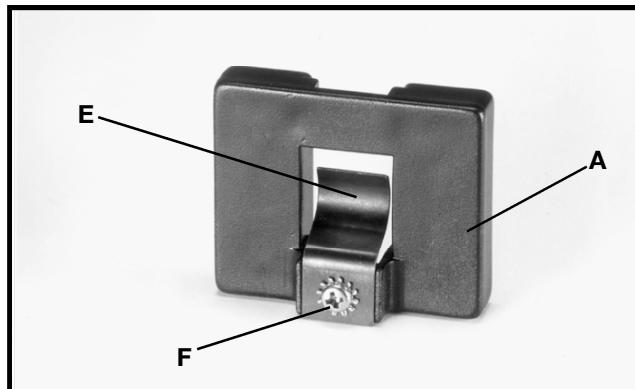
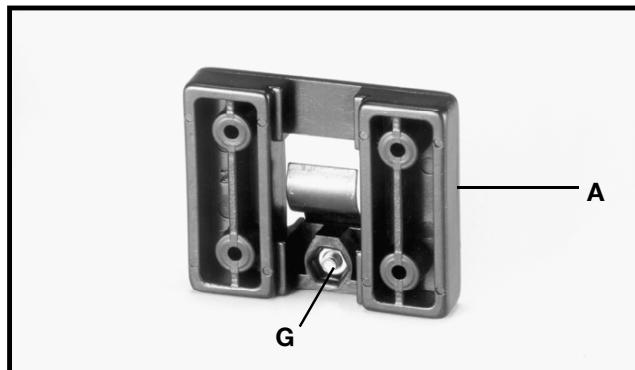

Fig. 24
Fig. 25
1. Assembler l'attache à ressort (E) fig. 24, au porte-guide d'onglet (A) comme indiqué avec une vis cylindrique à dépouille (F) M4x0,7x10 mm, un contre-écrou 4,8 mm (3/16 po) et un écrou hexagonal M4x0,7. **NOTE :** l'écrou hexagonal (G) fig. 25, s'ajustera dans le retrait à l'arrière du porte-guide d'onglet (A) pour fixer solidement l'attache à ressort (E) fig. 24, au porte-guide d'onglet.